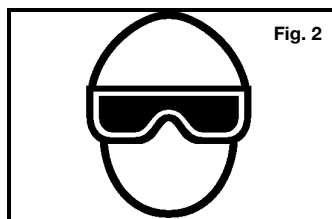

Fig. 2
2. **El operador y las demás personas que estén en el área de trabajo DEBEN usar anteojos de seguridad con protectores laterales.** Estos anteojos de seguridad deben cumplir con los requisitos de la norma ANSI Z87.1 (los anteojos aprobados tienen "Z87" impreso o estampado en ellos). Fig. 2.